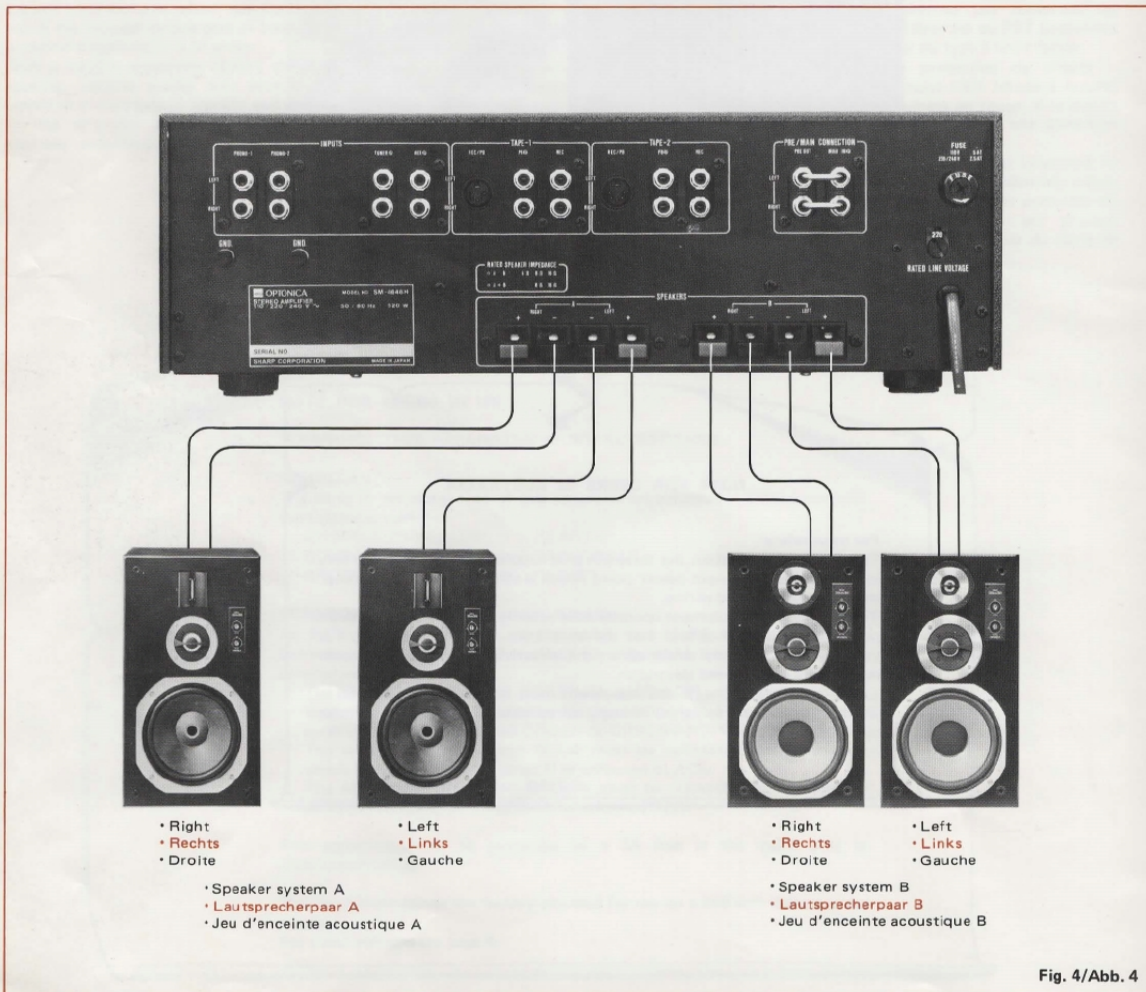

Fig. 4/Abb. 4
2. As shown in Fig. 4, two pairs of loudspeakers can be connected to this unit. When using a pair of loudspeakers, connect them to either of the speaker terminals 'A' or 'B'.
2. Wie aus Abb. 4 hervorgeht, können maximal zwei Lautsprecherpaare gleichzeitig an den Verstärker angeschlossen werden. Wird nur ein Lautsprecherpaar verwendet, so kann es an die Ausgangsklemmen A oder B angeschlossen werden.
2. Comme indiqué sur la figure 4, on peut brancher simultanément jusqu'à deux paires d'enceintes acoustiques sur cet appareil. Lorsqu'on utilise une seule paire d'enceintes acoustiques, branchez-la à volonté sur les bornes pour haut-parleurs (speakers) 'A' ou 'B'.